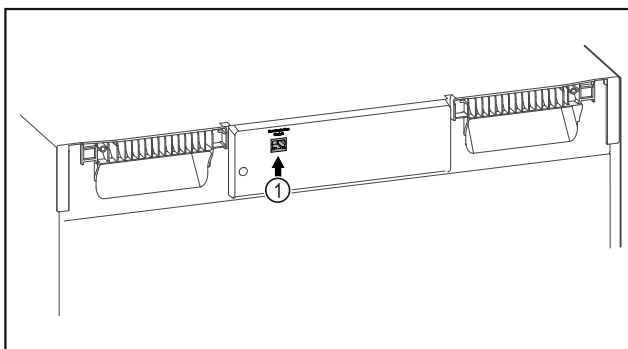

Fig. 133
- ☐ SmartModule Fig. 133 (1) установлен.